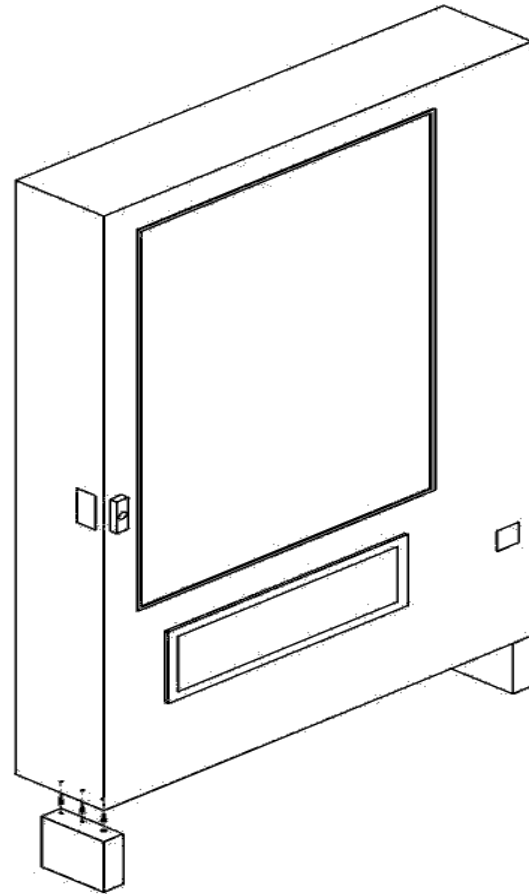

Figura 4.2 Instalación de la Pata Falsa
La Pata Falsa ayuda a prevenir que la Máquina Expendedora se incline hacia adelante cuando la puerta esté abierta y una o más charolas para botellas se encuentren extendidas. Fallas al instalar la Pata Falsa en Máquinas Expendedoras con charolas para botellas pueden ocasionar lesiones graves (Figura 4.2).
1. Verifique que los barrenos en la parte superior de la pata falsa coincidan con los barrenos de 1/8" en la parte inferior izquierda de la puerta (Figura 4.2). El extremo cerrado de la pata falsa debe estar hacia el frente.